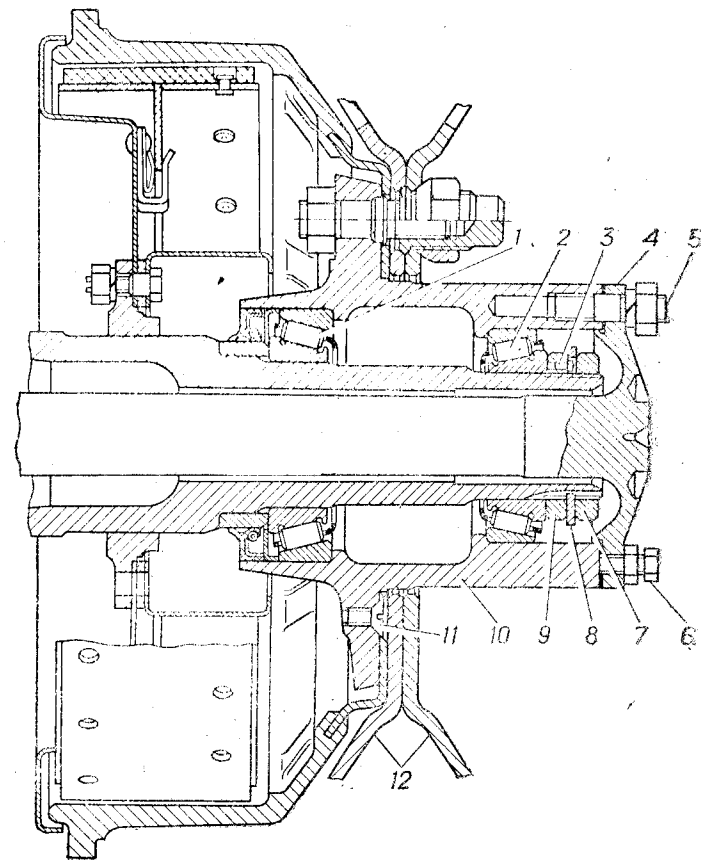

Рис. 63. Ступица заднего колеса:
- 1 Поднять домкратом задний мост так, чтобы шины не касались пола. Вынуть полуось 4 (рис. 63), отвернуть контргайку 7, снять стопорную шайбу 8 и, ослабив гайку 9 крепления подшипников на  $\frac{1}{3}$ — $\frac{1}{2}$  оборота, проверить, свободно ли вращается колесо.